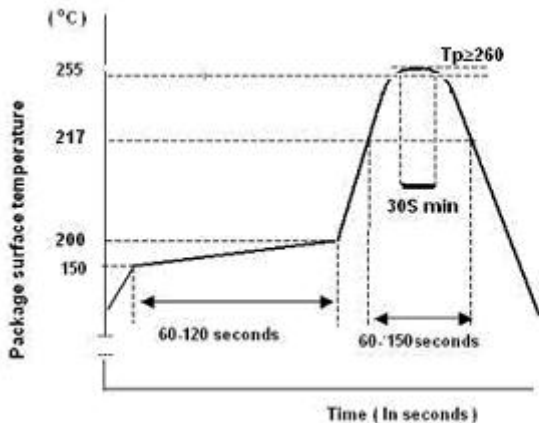

图 12： 炉温曲线图
- CI13241 采用无铅环保材料制造，SMT 焊接时请按照无铅标准设置炉温和时间参数，如图 12。